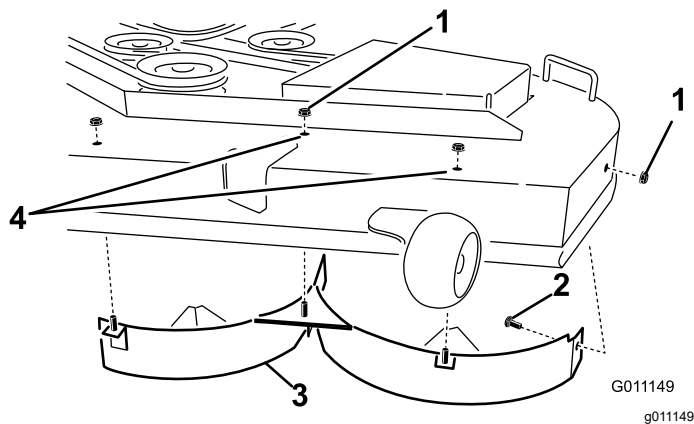

Figura 17
4. Remova as três porcas de bloqueio (5/16 pol.) presas aos postes soldados do abafador esquerdo, na parte superior da plataforma do cortador, nas posições central e esquerda (Figura 17).
5. Remova o parafuso de carroçaria e porca de bloqueio na parede lateral da plataforma do cortador que prende o abafador esquerdo à plataforma (Figura 17).
6. Retire o abafador esquerdo da plataforma do cortador (Figura 17).
7. Localize os 2 parafusos nas peças soltas e utilize as porcas de bloqueio existentes e instale as fixações nos orifícios mostrados na Figura 17 no cortador para evitar que os detritos saiam.